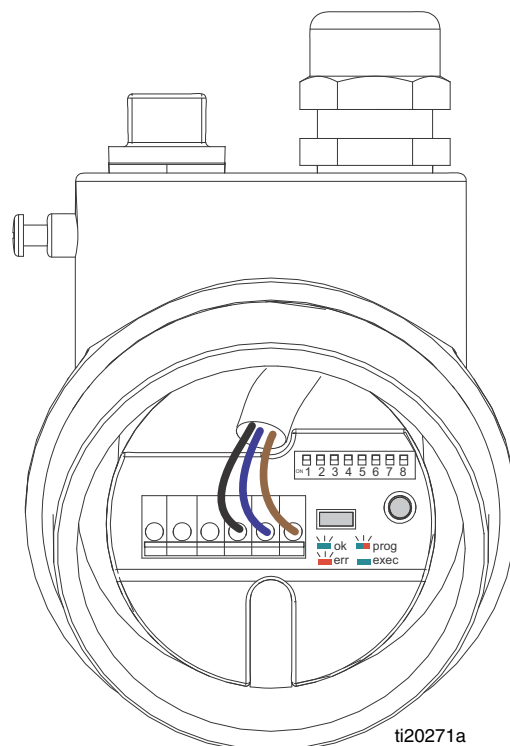

FIG. 16 : Vue de dessus de la tête du capteur de niveau
- b. Consultez la FIG. 16. Basculez le commutateur DIP n° 8 sur la position ON/1. Répétez l'opération avec le commutateur DIP n° 7, n° 6 et n° 4. La DEL du capteur de niveau clignotera en vert et en rouge